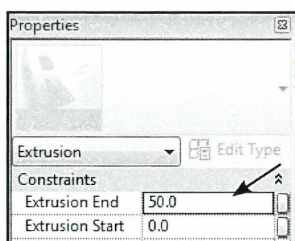

Fig. 05.21. Skriv en højde på låget.
- Indtast højden i *Extrusion End* i *Properties* (Fig. 05.21).